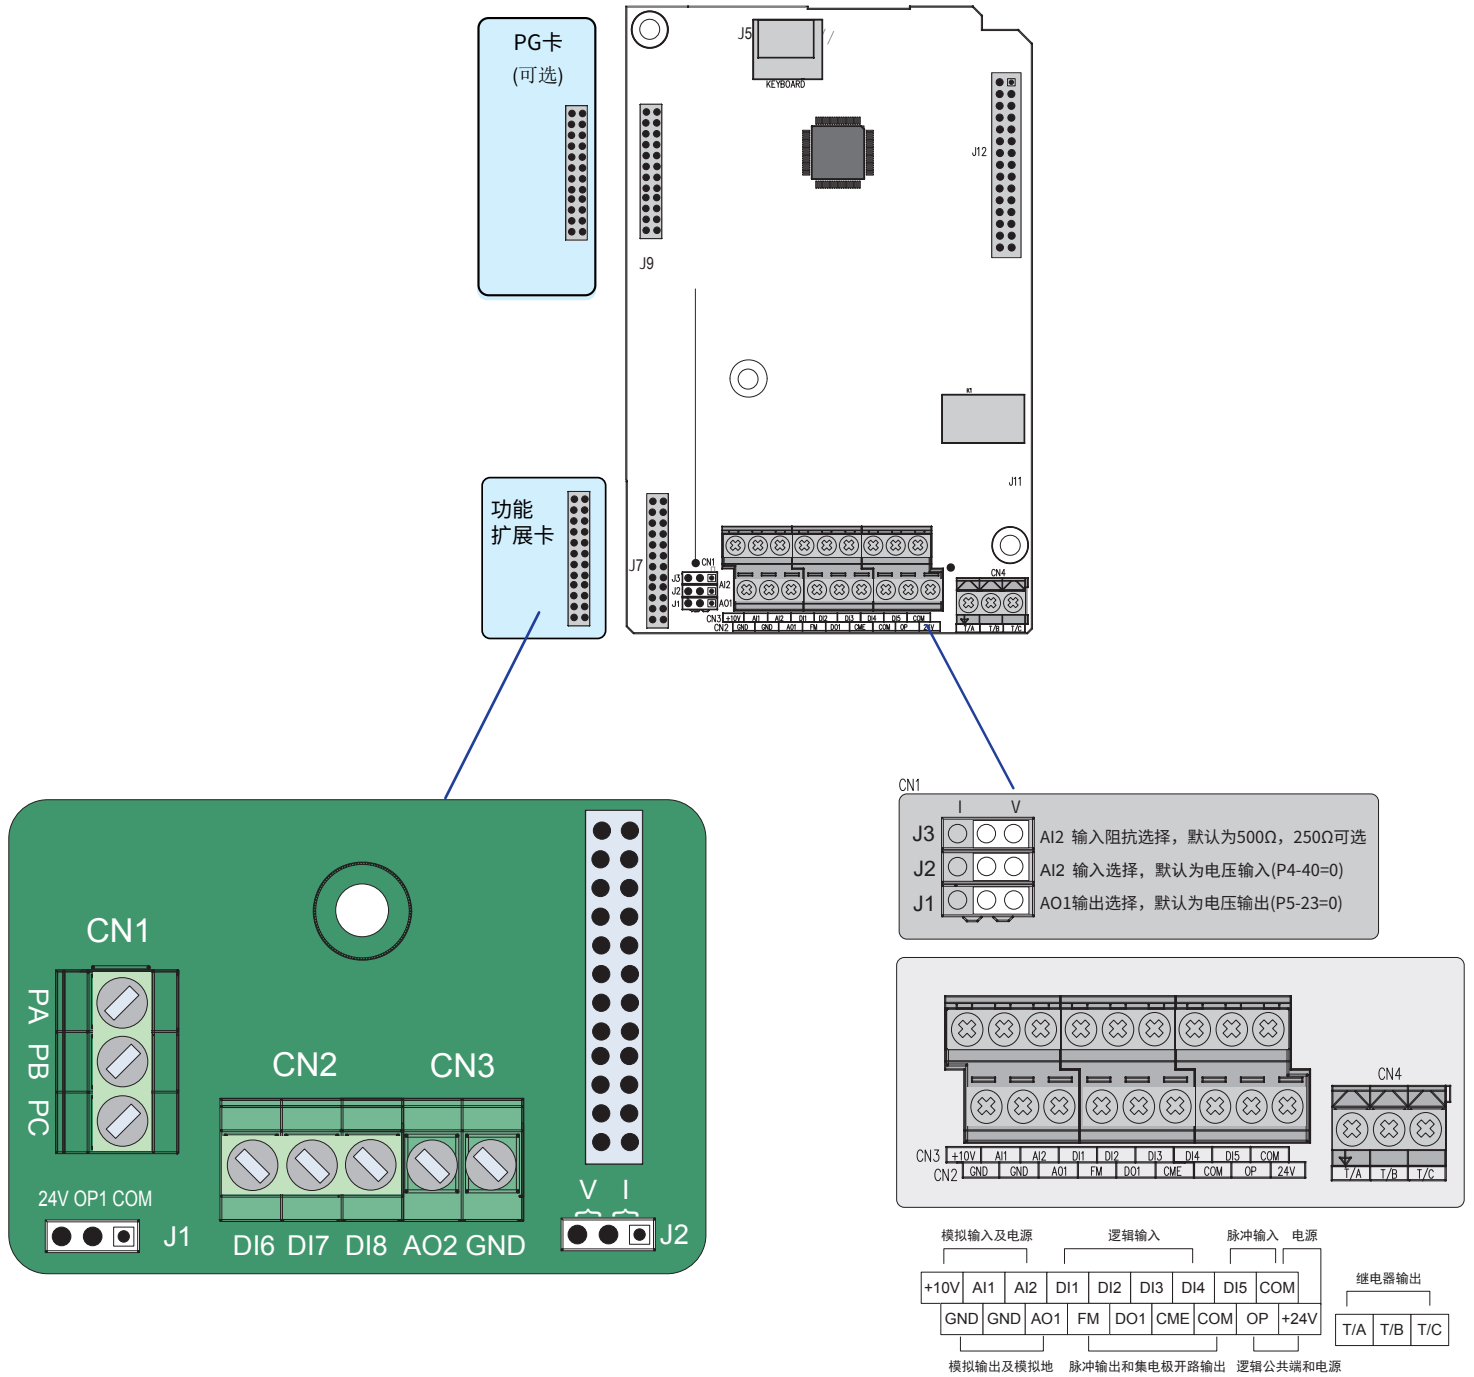

图 3-57 控制回路端子布置图
- 【注 3】 跳线 J1、J2 与 J3 在控制板上的位置如图 3-57 所示。